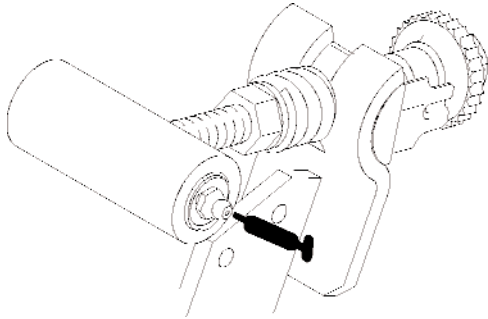
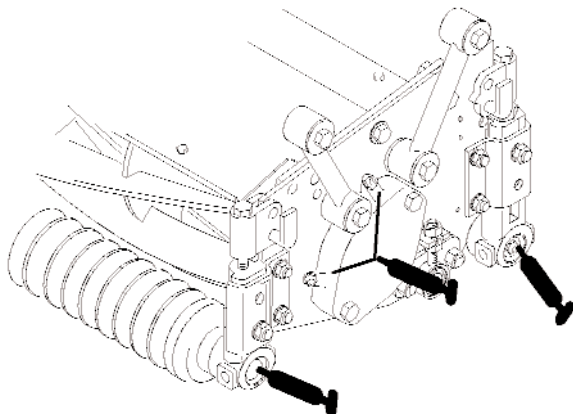

Figure 13
Figure 14
Lubrifiez les graisseurs suivants : dispositif de réglage de la contre-lame (2), toutes les 50 heures (Fig. 13) ; roulements des cylindres (2) et rouleaux avant et arrière (2 chacun) (Fig. 14).